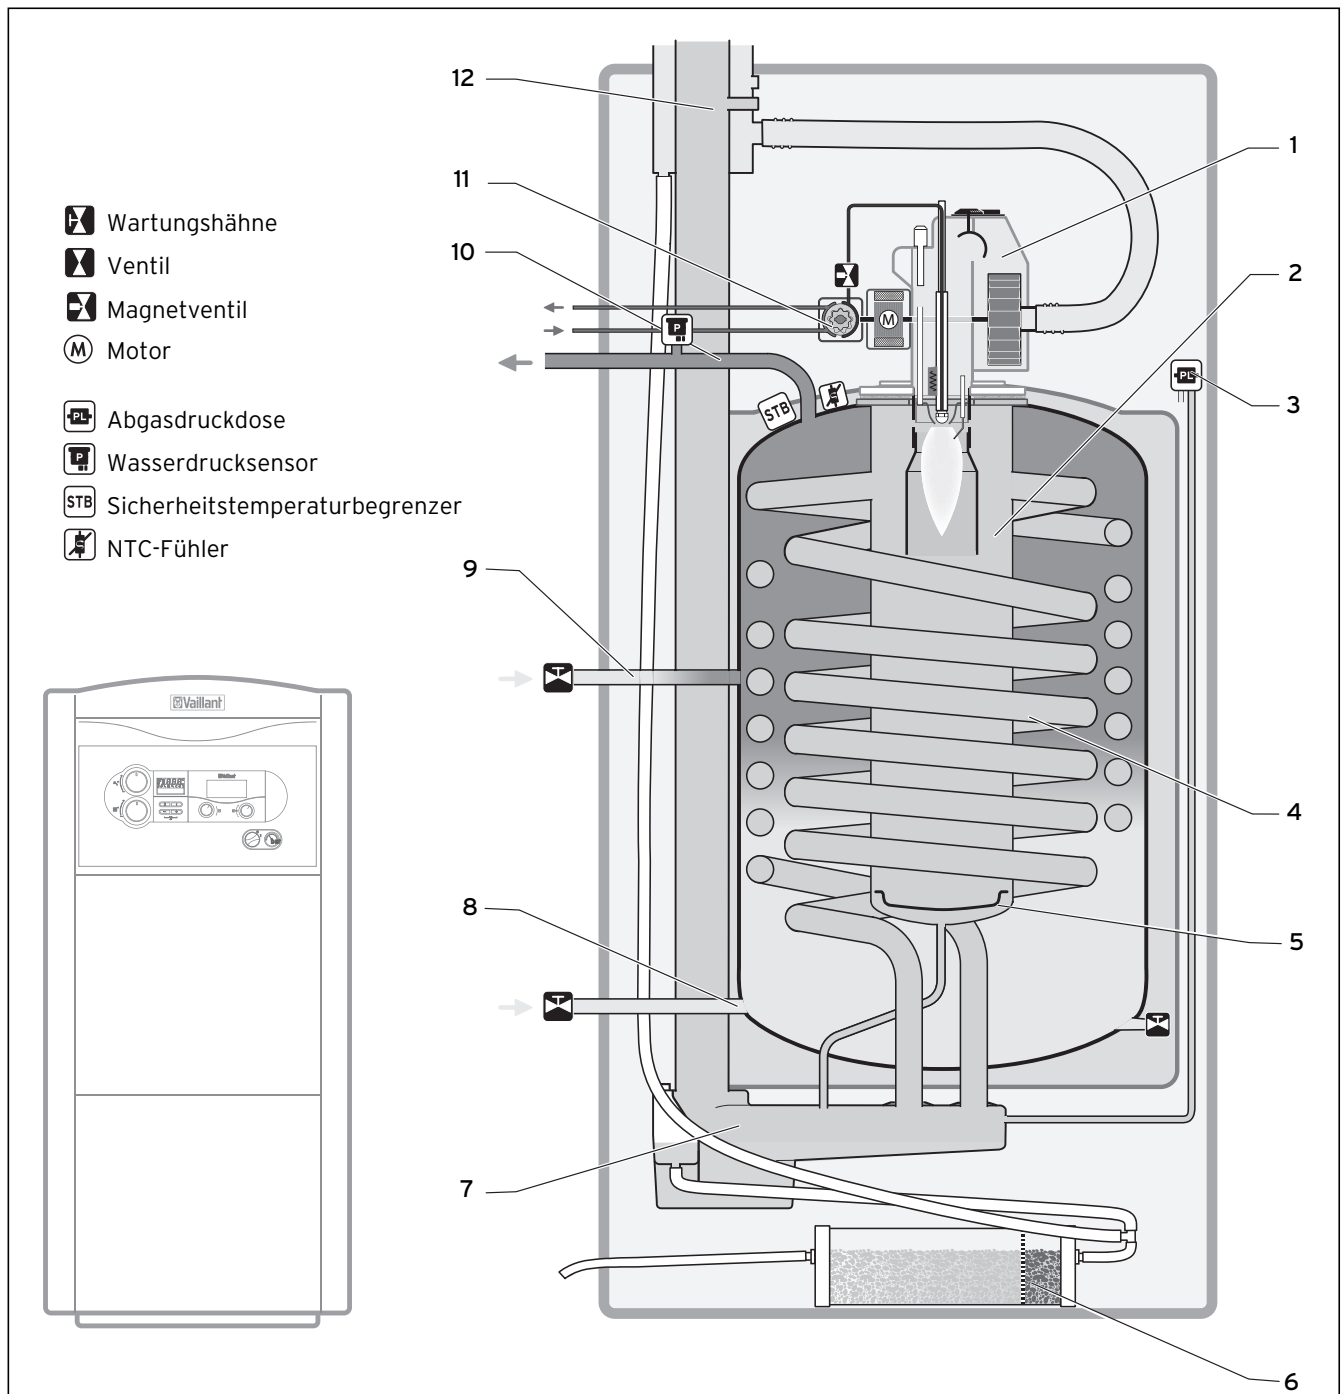

Abb. 4.1 Funktionsschema Öl-Brennwertkessel
Legende zu Abb. 4.1
Im Öl-Brenner (1) (siehe Abb. 4.1) wird das Öl über die Ölpumpe (11) angesaugt und über die Öldüse mit hohem Druck in die Brennkammer eingespritzt. Zusammen mit der dort gleichzeitig zugemischten Verbrennungsluft bildet sich am Anfang des Flammrohres ein homogenes Gemisch, welches im Flammrohr weitgehend rückstands-frei verbrennt.